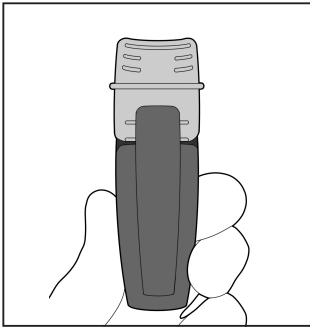

图11
1. 确保 IntegraBite 正确组装有放置器且咬合板垂直对齐 (图 11)。